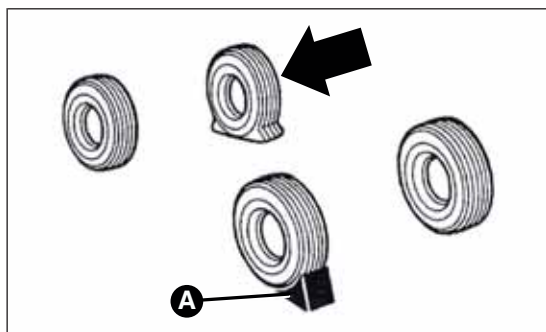

fig. 146
- positionner la cale à l'arrière sur la roue opposée en diagonale à celle à remplacer ( voir fig. 146) pour empêcher tout mouvement de la voiture quand elle est levée ;